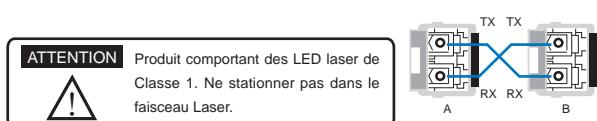

Figure-5
2. Connecter les ports SFP: brancher le transceiver fibre SFP. Nous recommandons d'utiliser des transceivers mini GBIC certifiés par KORENIX. Connecter le canal d'émission à chaque extrémité au canal de réception de l'autre côté, comme montré Figure-5.